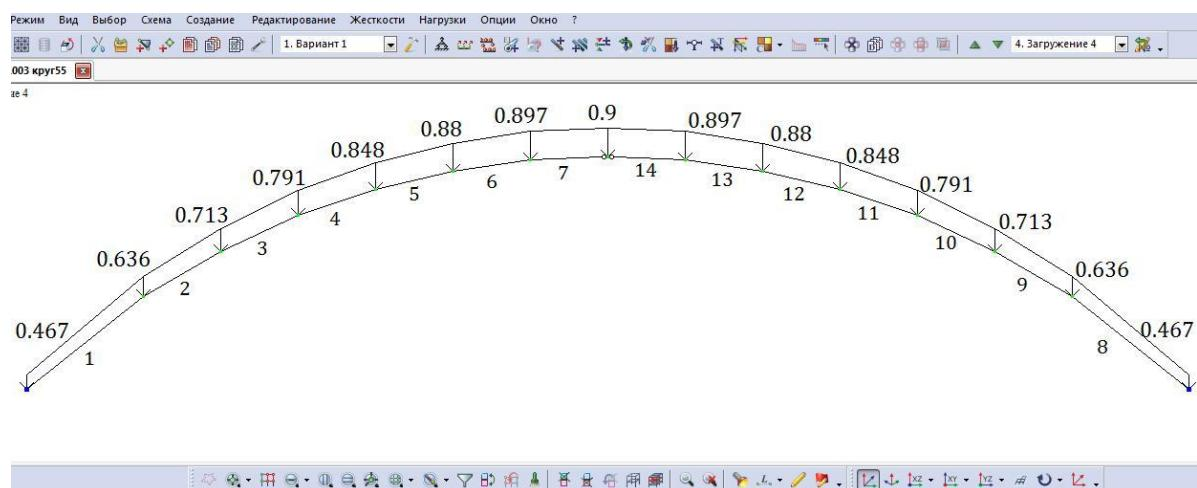

Рис. 2.32. Четвертое загружение (снеговая нагрузка, распределенная по параболе на всем пролете)
- Вид расчетной схемы после задания в схеме нагрузок четвертого загружения, а также значения нагрузки приведены на рис. 2.32.